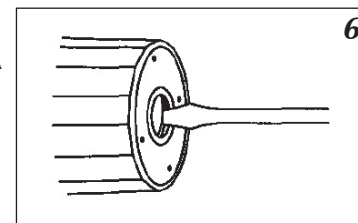

Рис.7 Элементы управления и индикаторы
2. Включить котел (кнопка А- рисунок 7).
4. Выключить котел (придержать кнопку А - рисунок 7).
6. Включить котел (кнопка А- рис.7).
2. Включить котел (переключатель А – рис. 7).
4. Выключить котел (переключатель А – рис. 7).
6. Включить котел (переключатель А – рис. 7).